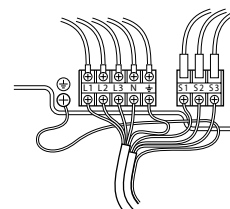

Fig. 6-2
6.1. Utomhusenhet (Fig. 6-1, Fig. 6-2)
- ① Ta bort servicepanelen.
- ② Hänvisa till Fig. 6-1 och Fig. 6-2 när kablarna dras.